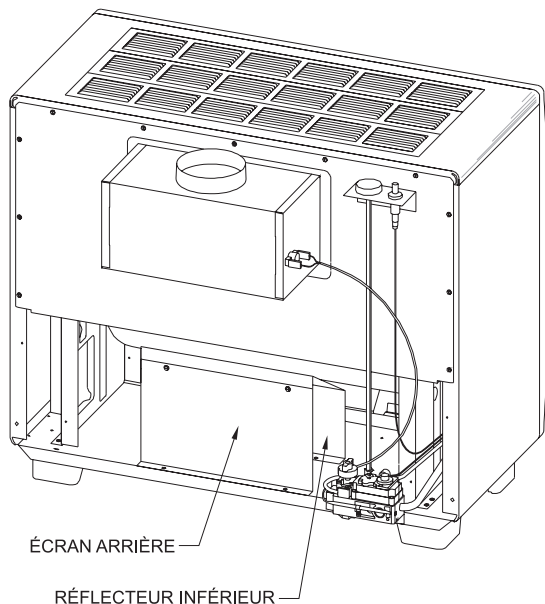

Figure 7
1. Enlever l'écran arrière (2 vis) et le réflecteur inférieur (4 vis). (Voir Figure 7)